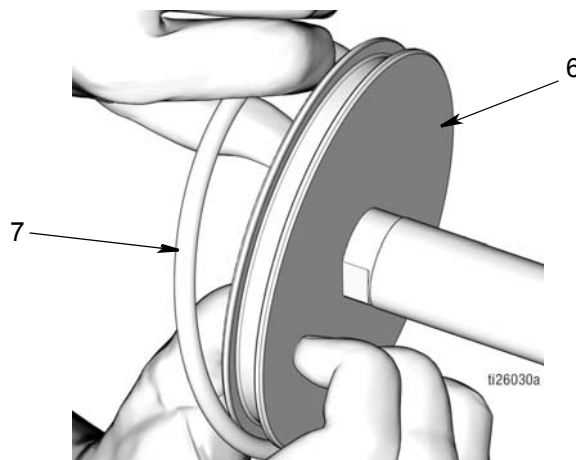

FIG. 50
- Appliquer une mince couche de graisse sur le joint torique (7). Mettre le joint torique (7) sur le piston (6) comme montré sur la FIG. 50.